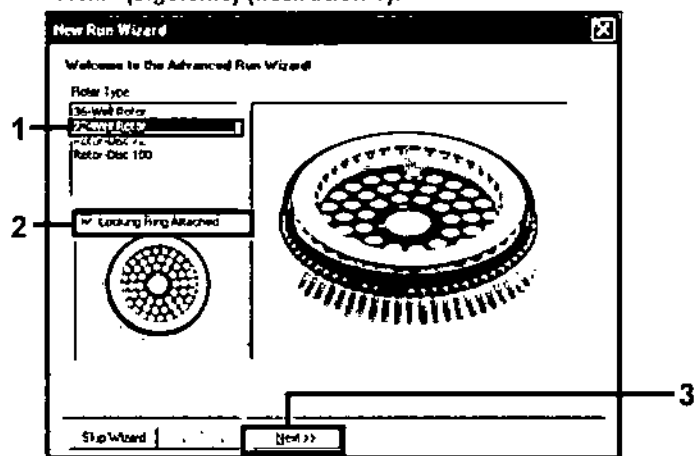

Ilustración 1. Cuadro de diálogo "New Run Wizard" (Asistente para series nuevas)
4. Seleccione 72-Well Rotor (Rotor de 72 pocillos) como tipo de rotor. Confirme que el anillo de fijación esté sujeto y marque la casilla "Locking Ring Attached" (Anillo de fijación sujeto). Haga clic en "Next" (Siguiente) (Ilustración 1).